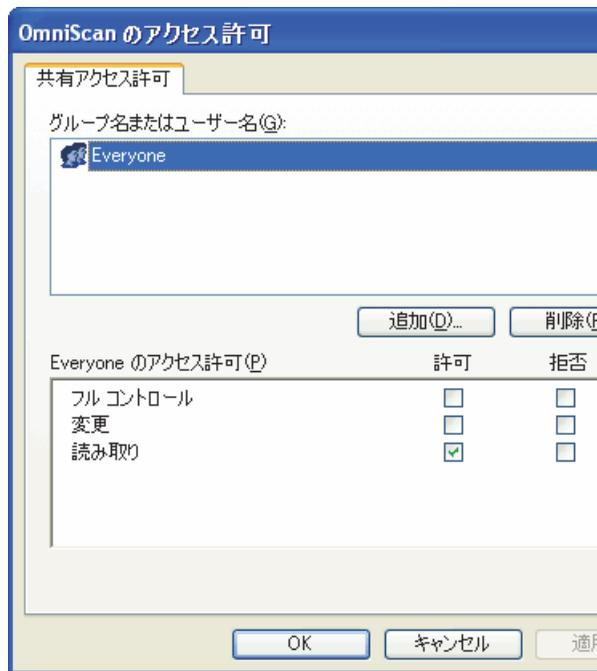

図 7-15 OmniScan のアクセス許可ダイアログボックス (Windows XP)
7. **OmniScan のアクセス許可** ダイアログボックスで、**追加** をクリックします (226 ページの図 7-15 参照)。